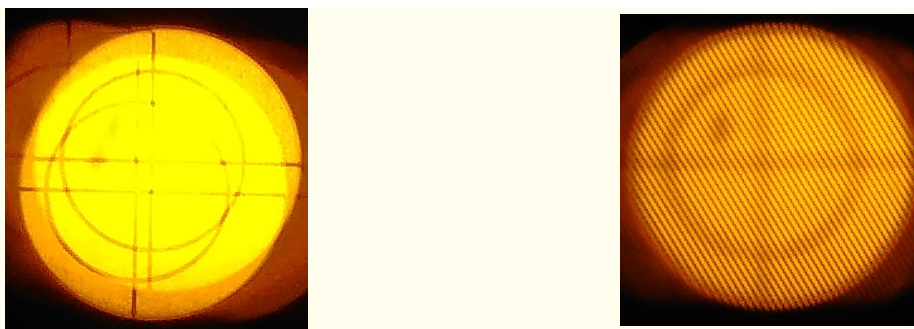

FIGURE 1 – Réglage grossier du parallélisme
- Observer les différentes images de la mire par les miroirs à l'œil nu. Deux images doivent apparaître, issues des deux miroirs (Figure 1 – à gauche).
- En jouant sur les vis de réglage grossier, superposer du mieux possible les images. Des franges d'interférences fines doivent apparaître (Figure 1 – à droite).